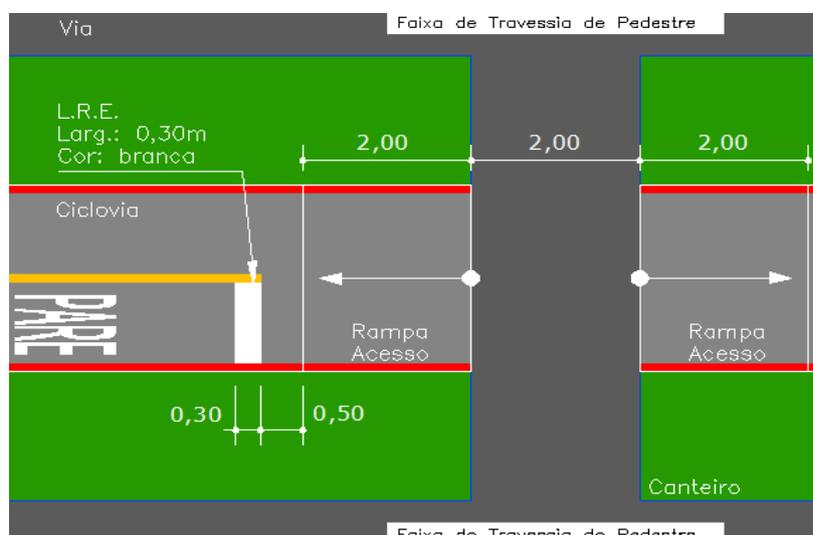
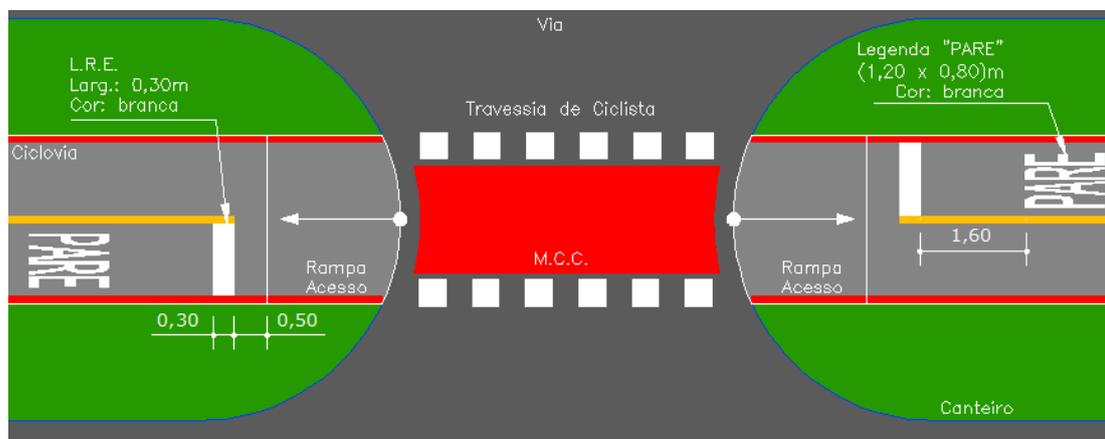

Figura 01 – Linha de Retenção.
Figura 02 – Linha de Retenção e Legenda PARE.
- Cor = branca. Ver Figura 01 e Figura 02.
- Posicionar a 1,60 m antes da linha de retenção sempre que possível. Ver Figura 02.